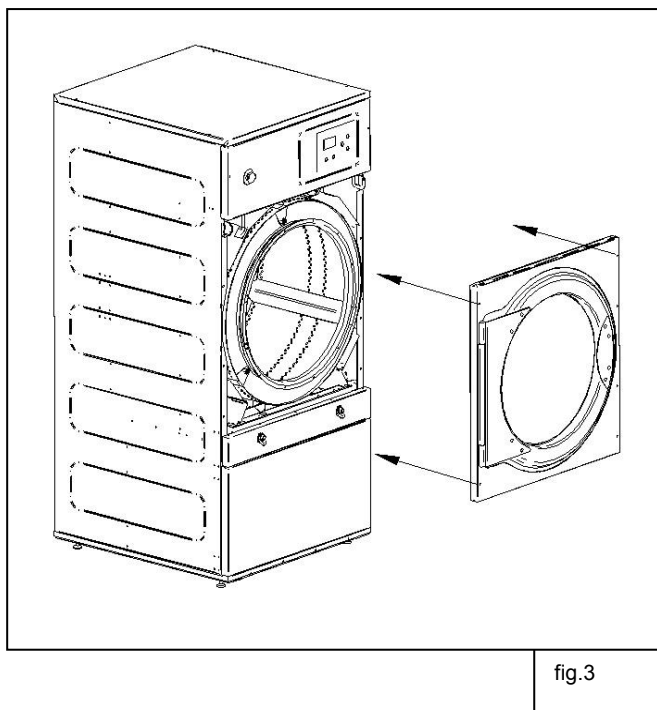

fig.3
6. Collocare la zona frontale dello sportello girandolo a 180° in modo tale che le cerniere restano sul lato opposto. Per fare ciò, riutilizzare le 6 viti "B" e le due viti "B1" con la chiave a brugola n° 3. Vedi fig. 3